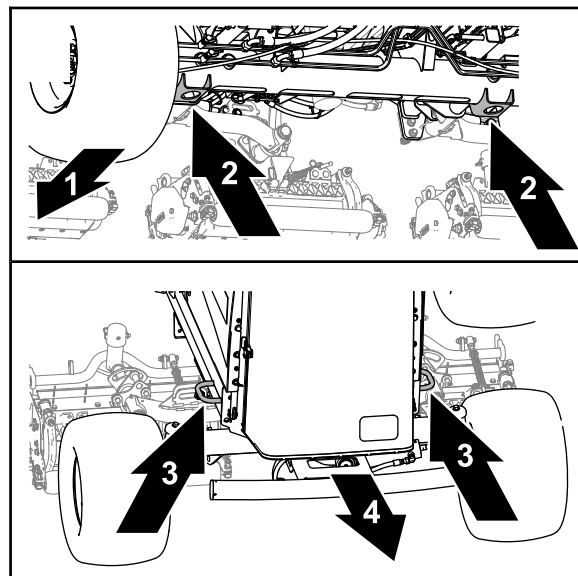

Figura 91
- Anteriore - il foro nelle staffe del martinetto del tubo dell'asse anteriore (Figura 91).